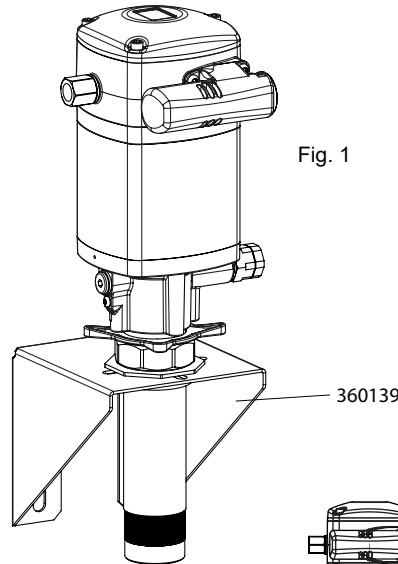

Fig. 1
- Montaje mural con adaptador deslizante. Inserte la bomba por el soporte 4411-039 y fíjela con el adaptador 360001 (Fig. 1).